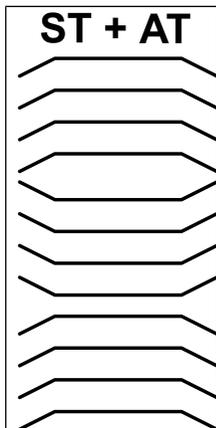

Abb.14: Anordnung der Tellerfedern
1. Legen Sie den Kopfdeckel (4) auf die Zwischenplatte (3) entsprechend der Filzstiftmarkierung auf.
2. Legen Sie die Tellerfedern (5) auf (zur Anordnung siehe Abb. 14).
3. Setzen Sie die Hutmuttern (6) auf und ziehen Sie diese fest (Anzieh-Drehmoment: 7 Nm).